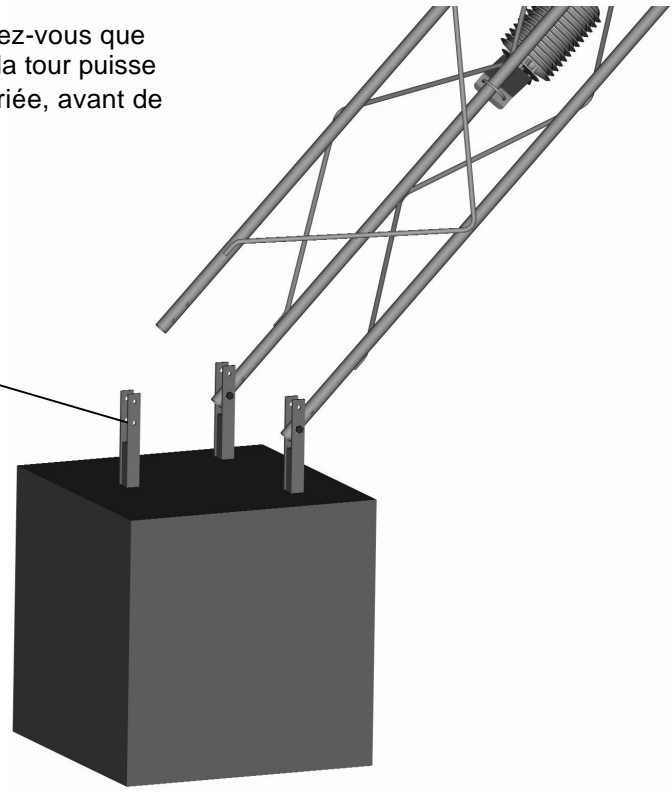

Figure 3 Mise en place de la tour sur ses pieds
1. Après avoir effectué le trou destiné à l'embase, fixez les jambes en fer, à la tour en aluminium, grâce aux boulons fournis et en vous assurant que la partie des pieds, destinée à faire plier la tour, est bien en dehors du béton. Les pieds sont destinés à servir de levier, afin de pouvoir coucher la tour au sol, si cela est nécessaire. Si vous avez besoin de mettre la tour au sol, assurez-vous de l'orientation que vous donnerez aux pieds. Pour faire coucher la tour il est alors nécessaire de retirer les 2 boulons d'un des pieds, et le boulon inférieur de chacun des 2 autres pieds, qui serviront d'axe de rotation pour le basculement au sol. Voir la figure 3 pour plus de détail.